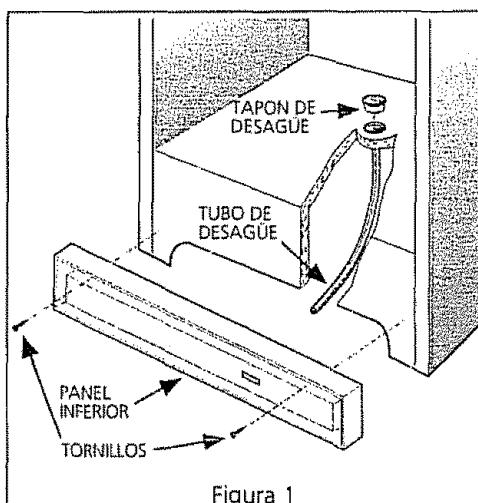

Figura 1
- 2 Saque el panel inferior quitando dos de los tornillos de la parte delantera del panel. Saque el alambre de los sujetadores en la parte inferior del gabinete (Figura 1)
- 3 Desenchufe el conector sujetando el conector del gabinete en su lugar y tirando el conector de la puerta (Figura 1)
- En **modelos verticales** con desague de descongelamiento (Figura 1), remueva el tapón de desague en el piso interior del congelador jalándolo hacia arriba. Para ganar acceso al tubo de desague exterior en modelos con panel, primero quite los tornillos del panel. Encuentre el tubo de desague cerca a la parte izquierda del centro debajo de el congelador. Posicione una bandeja plana debajo del tubo de desague. Inspeccione al bndeja ocasionalmente para evitar rebordaje. Un adaptador de manguera de jardinería de una pulgada puede ser usado para conectar el deague del congelador directamente al desague del piso. Si su modelo no viene equipado con este adaptador, usted puede adquirirlo en cualquier almacén de abarrotes. Vuelva a poner el tapón de desague cuando halla terminado de descongelar y limpiar. Si usted dejó el desague abierto, aire a temperatura ambiente puede entrar al congelador.